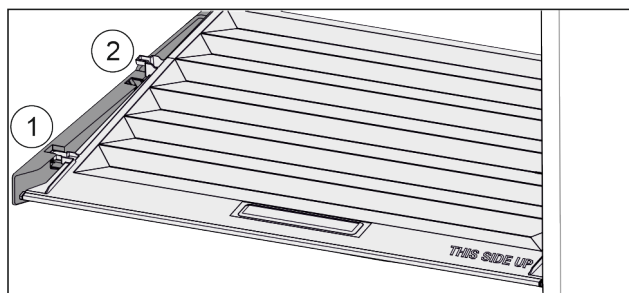

Fig. 36
- Vytáhněte víko dopředu až k otvoru v přídržných dílech Fig. 36 (1).
- Vzadu zespolu nadzvedněte a vyjměte směrem nahoru Fig. 36 (2).